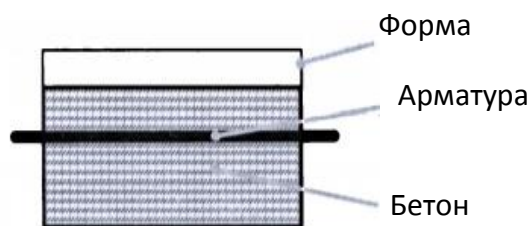

Рис. 3
**Задача 3.** Для изготовления напряженного (сжатого) железобетона арматуру растягивают, закрепляют в форме и заливают бетоном (рис. 3). После того как бетон «схватился» (застыл), концы арматуры освобождают. Арматура укорачивается и сжимается (напрягает) бетон. Сначала арматуру